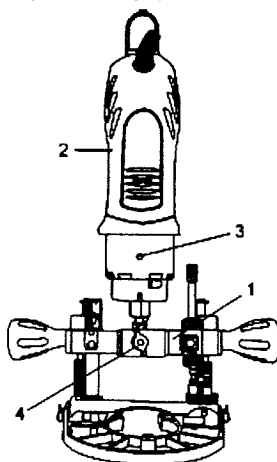

Fig. 15
2. Deslice la abrazadera para montar el accesorio de fresado (1) sobre el fondo del cuerpo del motor (2) hasta que el orificio de montura (3) quede alineado con el orificio de la abrazadera de montura (vea la fig. 15).